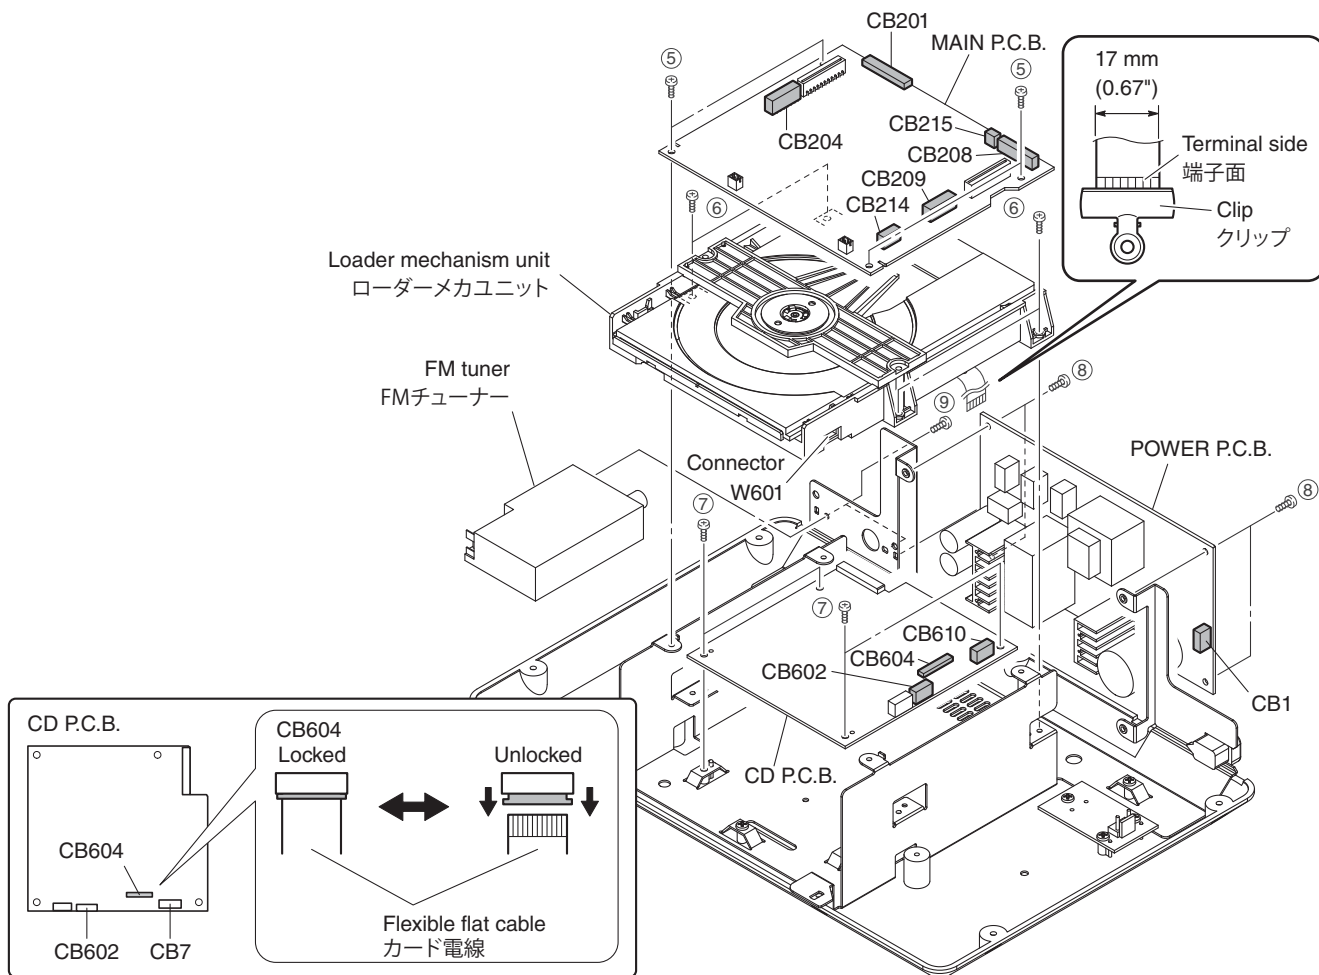

Fig. 3
- Remove 4 screws (⑤). (Fig. 3)
- Remove CB201, CB204, CB208, CB209, CB214 and CB215. (Fig. 3)
- Remove the MAIN P.C.B.. (Fig. 3)
- Remove 4 screws (⑥). (Fig. 3)
- Pull up the loader mechanism unit gradually. (Fig. 3)
- Remove CB602 and connector W601. (Fig. 3)
- Unlock and remove CB604, and ground the terminal side of the flexible flat cable with a clip or the like. (Fig. 3)
- Remove the loader mechanism unit. (Fig. 3)
- Remove 4 screws (⑦). (Fig. 3)
- Remove CB610. (Fig. 3)
- Remove the CD P.C.B.. (Fig. 3)
- Remove 4 screws (⑧). (Fig. 3)
- Remove CB1. (Fig. 3)
- Remove the POWER (1) P.C.B.. (Fig. 3)
- Remove 2 screws (⑨). (Fig. 3)
- Remove the FM tuner. (Fig. 3)
- ⑤のネジ4本を外します。(Fig.3)
- CB201、CB204、CB208、CB209、CB214、CB215を外します。(Fig.3)
- MAIN P.C.B.を取り外します。(Fig.3)
- ⑥のネジ4本を外します。(Fig.3)
- ローダーメカユニットをゆっくり持ち上げます。(Fig.3)
- CB602、コネクタ W601を外します。(Fig.3)
- ロックを解除してCB604を外し、カード電線の端子面をクリップ等でアースします。(Fig.3)
- ローダーメカユニットを取り外します。(Fig.3)
- ⑦のネジ4本を外します。(Fig.3)
- CB610を外します。(Fig.3)
- CD P.C.B.を取り外します。(Fig.3)
- ⑧のネジ4本を外します。(Fig.3)
- CB1を外します。(Fig.3)
- POWER (1) P.C.B.を取り外します。(Fig.3)